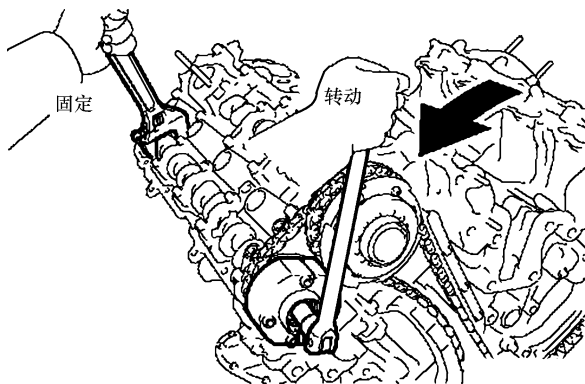
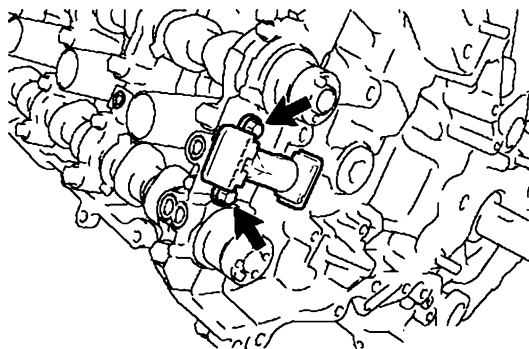

图 24-48 固定凸轮轴并松开螺栓
图 24-49 拆卸 2 号正时链条张紧器
③ 按照图 24-48 所示，用扳手固定住凸轮轴的六角部位，然后用 12mm 的六角扳手松开螺栓。
④ 拆下 2 个螺栓，然后把连着齿轮的 1 号和 2 号正时链拆下，拆下凸轮轴正时齿轮、排气凸轮轴齿轮和曲轴正时链轮。
⑤ 将正时链条从齿轮上拆下。
14) 按照图 24-49 所示，拆卸 2 号正时链条张紧器